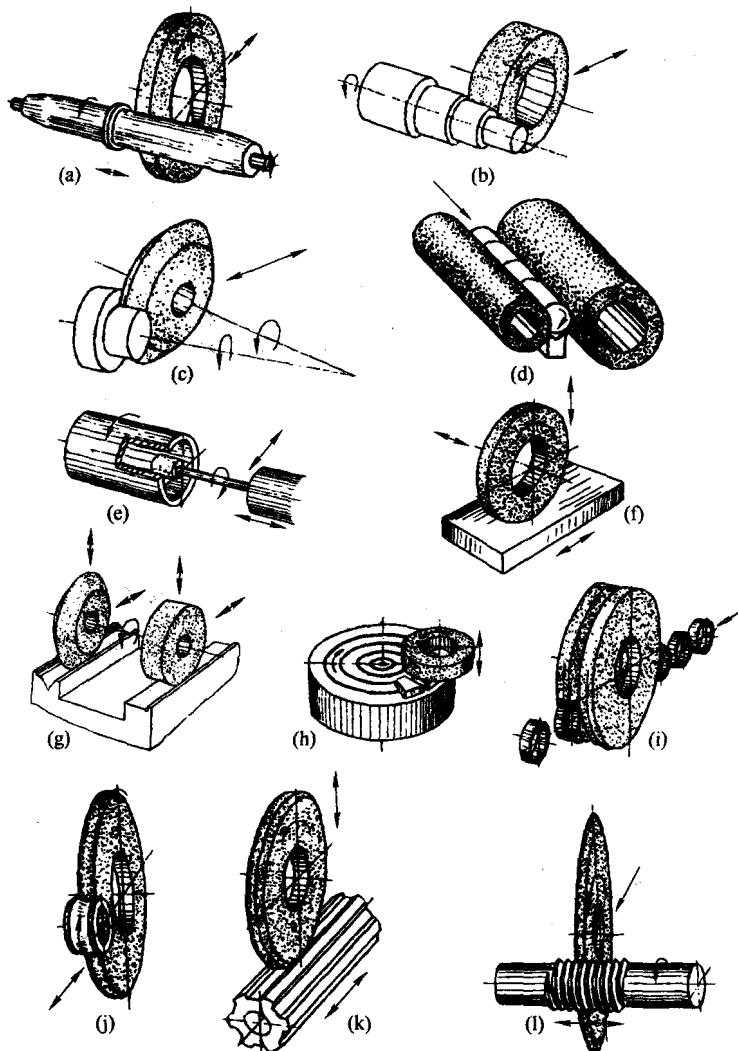

图 1-3 磨削加工主要工艺类型
③ 磨床适用于磨削加工，一般用于各种零件的精加工，磨削加工的基本内容如图 1-3 所示。所谓磨削是在磨床上由砂轮轴带动砂轮旋转，工件旋转或移动与砂轮做相对运动所进行的切削加工。